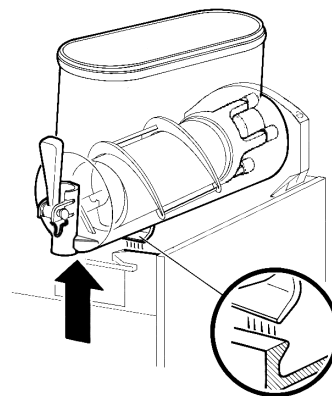

Bild 5
- 2** Den Behälter abmontieren. Dazu den unteren Teil (auf der Seite des Hahns) leicht nach oben drücken, um die unteren Befestigungshaken zu lösen (Bild 5) und den Behälter